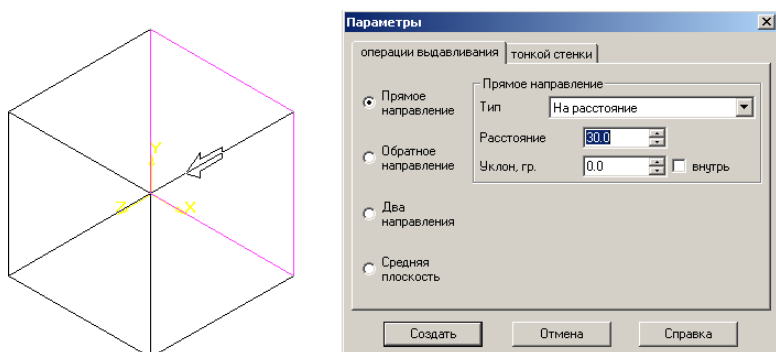

Рис. 78
11. В появившемся диалоговом окне **Параметры** для выдавливания куба задайте параметр глубины куба - **Нарасстояние 30 мм** (см. рис. 78);